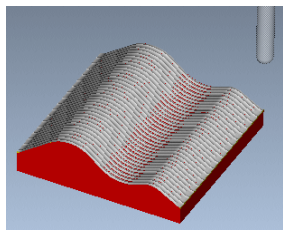

图 3.5.27 NC 检测结果
Step8. 在 **▼ PLAY PATH (播放路径)** 菜单中选择 **NC Check (NC 检查)** 命令, 系统弹出“VERICUT 7.1.5 by CGTech”窗口。单击 **▶** 按钮, 观察刀具切割工件的运行情况, 结果如图 3.5.27 所示。